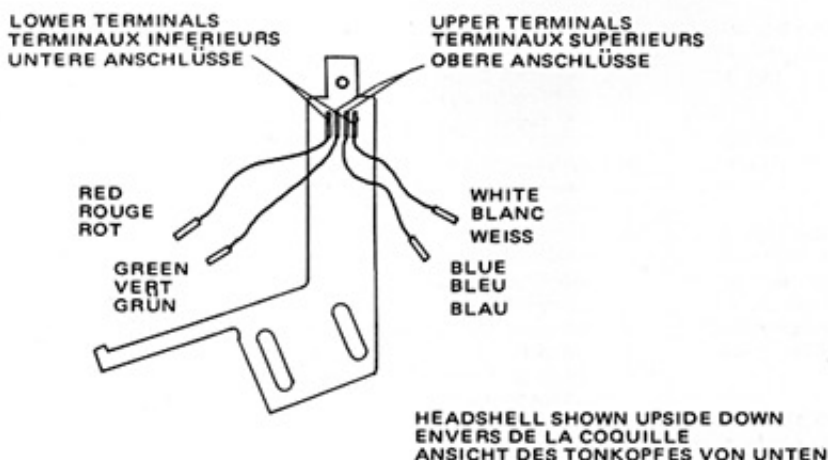
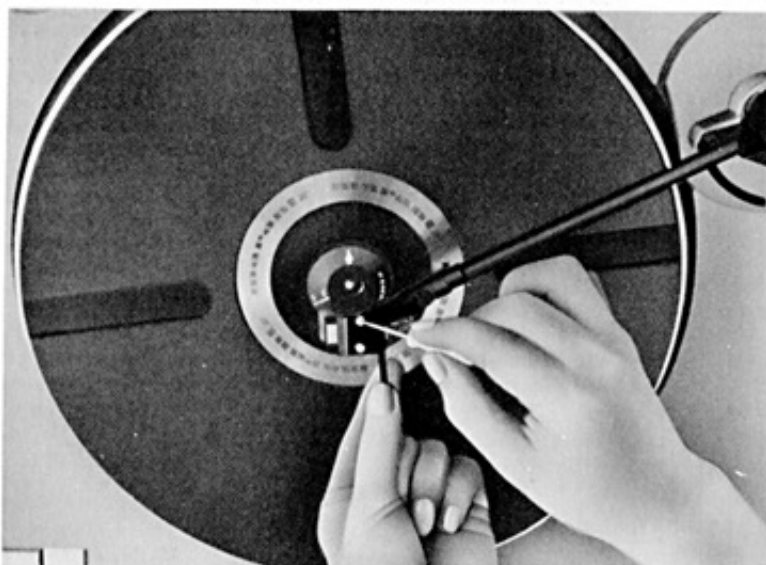

Fig. 1
Fig. 2
After the wires are connected insert the mounting screws through the plastic washers, through the top of the cartridge shell, and through the mounting tabs on the cartridge itself. Then attach the two nuts, just tight enough to hold the cartridge (it is likely they will have to be loosened again for the stylus overhang adjustment). Figure 1 shows the correct placement of the wires in the headshell in case they are accidentally removed. Figure 2 shows the correct method of attaching the headshell onto the tonearm.
La figure 1 montre l'emplacement correct des fils sur la coquille si par hasard ils étaient retirés accidentellement. La figure 2 montre la méthode correcte pour attacher la coquille au bras de lecture.
Nachdem die Kabelschuhe der Anschlußdrähte auf das System aufgesteckt wurden, stecken Sie die Plastikunterlegscheiben auf die Montageschrauben und diese von oben durch den Systemhalter und dann durch die Montageöffnungen des Systems selbst. Danach befestigen Sie die beiden Muttern gerade soweit, daß das System festgehalten wird, da noch eine nachfolgende Justage des Magnetsystems erfolgen muß. Abb. 1 zeigt die korrekte Anordnung der Anschlußdrähte im Tonkopf, sollten sie sich einmal gelöst haben. Abb. 2 zeigt die korrekte Vorgehensweise der Anbringung des Tonkopfes auf dem Tonarm.
3. Referring to Figure 2, place the stylus tip over the line corresponding to 17 mm on the 45 RPM adaptor. It is all right for the stylus to gently touch the adaptor for checking purposes, but do not exert any downward pressure on it or the stylus may be damaged.
3. En vous référant à la figure 2, mettez l'aiguille sur la ligne correspondant à 17 mm sur l'adaptateur 45 T. Un contact léger sur le centreur 45 tours n'endommage pas l'aiguille, mais n'exercez pas une pression verticale sur l'aiguille qui serait alors endommagée.
3. Schauen Sie sich Abb. 2 genau an und stellen Sie die Nadelspitze auf die Linie, die 17 mm auf dem Adapter entspricht, ein. Dabei kann die Nadel leicht den Adapter berühren, um die Genauigkeit der Einstellung zu überprüfen, jedoch darf die Nadelspitze nicht gedrückt werden, um Beschädigungen zu vermeiden.